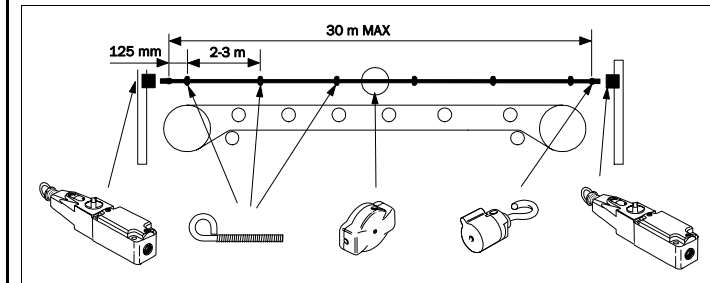

Abb. 2: Montieren des Betätigungsseils
- Die erste und die letzte Augenschraube muss jeweils 125 mm vom Seilzugschalter oder von der Spannfeder entfernt befestigt werden (siehe Abb. 2). Alle weiteren Augenschrauben werden jeweils im Abstand von 2 bis 3 m gesetzt.